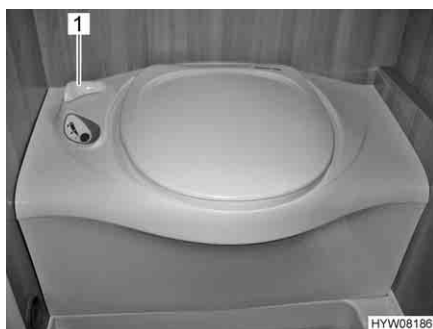

Fig. 203 Toilette Thetford
- Prima di tirare l'acqua, aprire il cursore della toilette Thetford. A tal fine ruotare la leva del cursore (Fig. 203,1) in senso antiorario.
- Dopo aver tirato l'acqua chiudere il cursore. Ruotare la leva del cursore (Fig. 203,1) in senso orario.